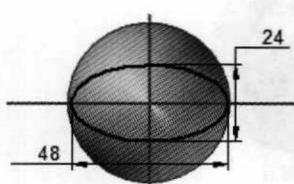

图 2.5 草图 2
- Step5. 创建图 2.5 所示的草图 2。在 草图 区域中单击 按钮，选取平面 4 为草图平
面，绘制图 2.5 所示的草图。